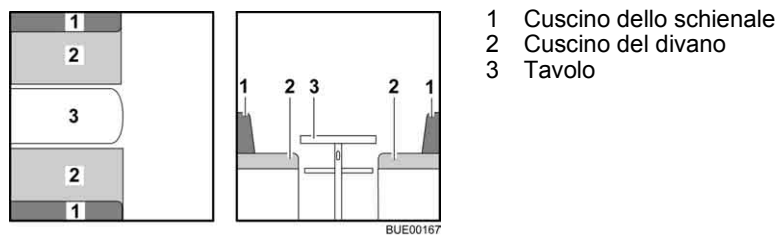

Fig. 90 Prima della trasformazione
- Trasformare il tavolo (Fig. 90,3) in struttura di supporto letto (vedi paragrafo 6.12).